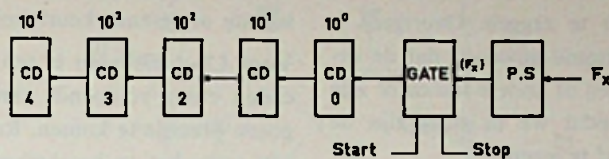

Fig. 1. Principeschema van een digitale pulsecounter
Hoe een pulse counter in beginsel werkt kan waarschijnlijk het best worden verklaard aan de hand van het in fig. 1 weergegeven blokschema. Een signaal  $F_x$ , waarvan de frequentie moet worden vastgesteld, wordt toegevoerd aan een Pulse Shaper (PS). Dit is een schakeling die wordt toege-